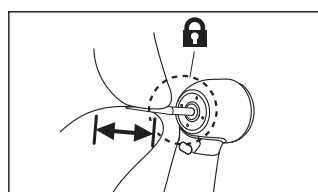

図7
- 4 バーを押し引きして確実に装着されていることを確認します（図7）。